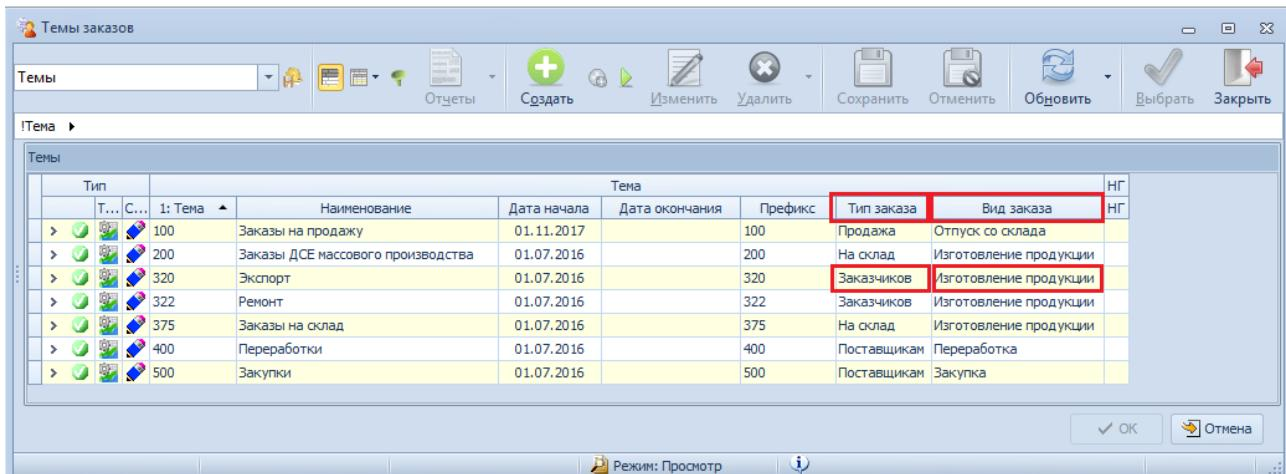

Рисунок 56. Пример выбора Темы в окне справочника
- 3.1 Заполнить поле «**Тема**». В правой части поля нажать кнопку **Выбор «...»**. В открывшемся окне справочника «**Темы заказов**» в списке выбрать нужную строку, у которой Тип заказа — **Заказчиков** (рис. 56), а Вид заказа — **Изготовление продукции** (при необходимости создать новую Тему).